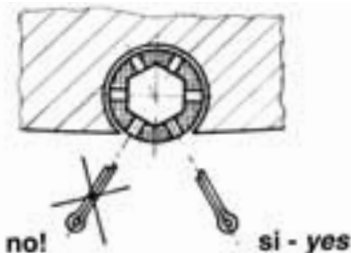

Fig. 5
- I)** Per sicurezza contro l'allentamento, inserire nella testa di ogni vite [8-12], nella posizione indicata in Fig. 5, una coppiglia [13] di materiale molto resistente alla corrosione marina. Dei colpi leggeri sulla testa della coppiglia con un martello faranno divaricare le estremità, se così non fosse usate un cacciavite. Questo eviterà che la vite possa svitarsi (Fig. 6).
To make sure that the screws [8-12] will not loosen, insert a cotter pin [13] in each screw (see Fig.5) made of highly resistant material against corrosion. A light tap with a hammer on the head of the pin will spread the ends open, if not use a screw driver to spread them apart. This will avoid risk of unscrewing (Fig. 6).